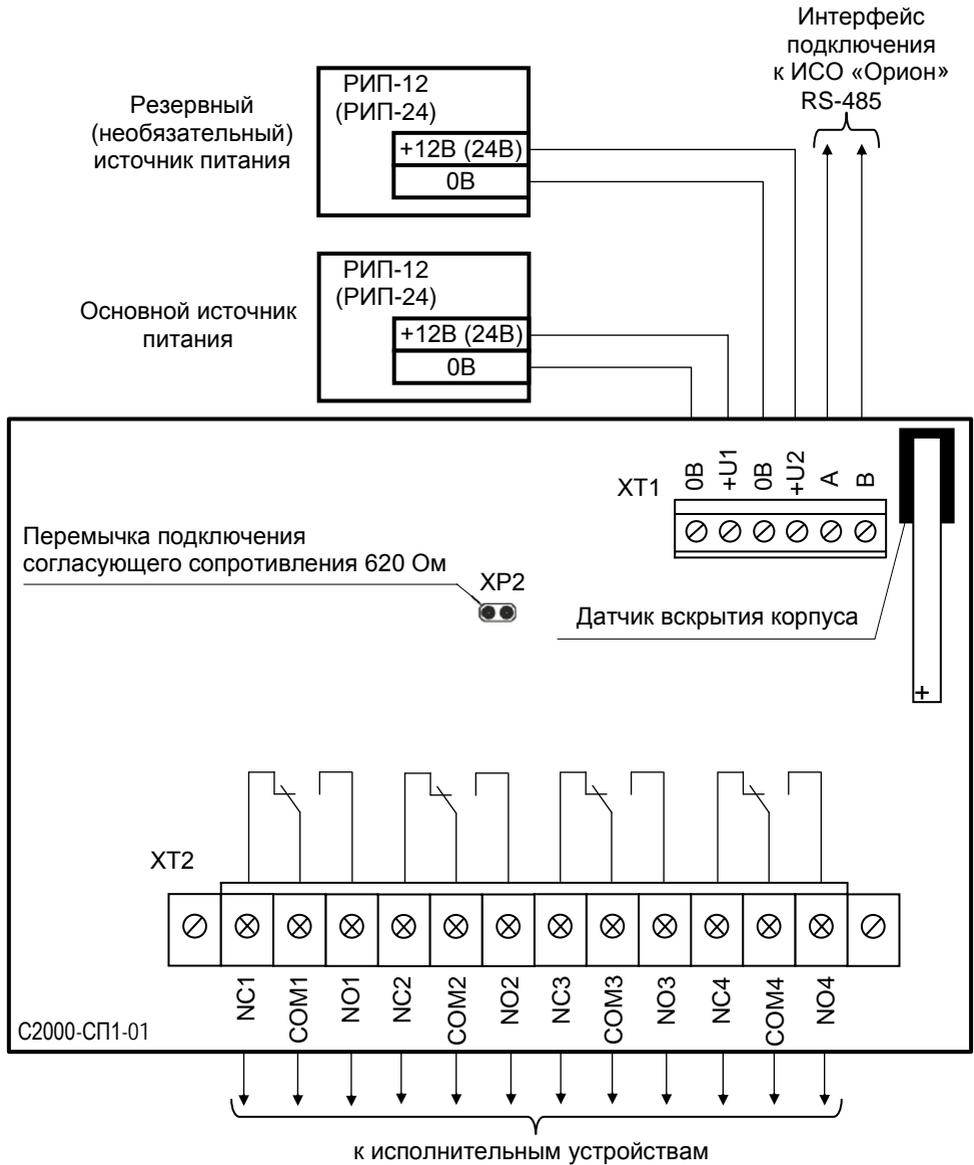

Рисунок 5. Схема внешних соединений блока
2.2 Монтаж соединительных линий производится в соответствии со схемой на рис. 5.
4.1.2 Если блок не является последним в линии интерфейса RS-485, удалите перемычку XP2, расположенную на плате блока (см. рис. 5).